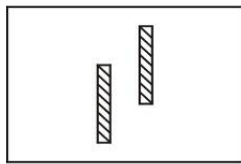
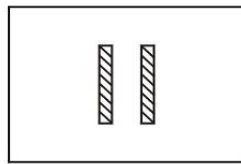
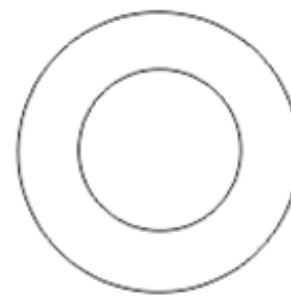

Fig.55
Fig.56
Fig.57
(2) Foria verticală
Rotiți butonul auxiliar al lentilei ② pentru a seta ochiul stâng la $10\Delta I$, astfel încât coloanele de litere să fie complet separate. Dacă pacientul are forie verticală, aceasta va fi prezentată ca Fig.55. Apoi rotiți prisma rotativă către celălalt ochi, cu scara 0 orizontală (așa cum se arată în Fig.57). Rotiți butonul de rotație a prismei ⑪ astfel încât să nu existe nicio diferență între cea superioară și cea inferioară (vezi Fig.56). Apoi scara prisme rotative indică puterea foriei verticale.